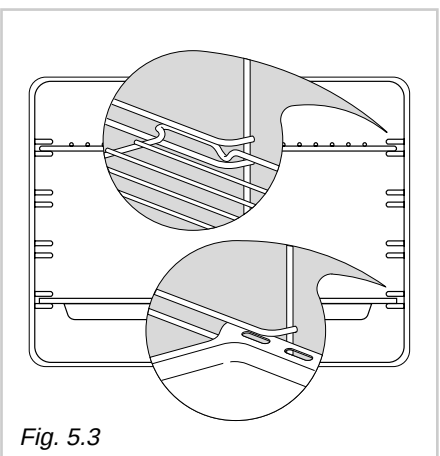

Fig. 5.3
- Insertar en el medio de las guías de los armazones laterales la grasera y la parrilla como en la fig. 5.3.